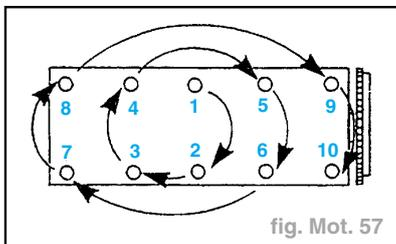

fig. Mot. 57
- Engager correctement l'extrémité (C) du carter de distribution.
- Serrer la vis de culasse dans l'ordre indiqué (fig. Mot. 57).